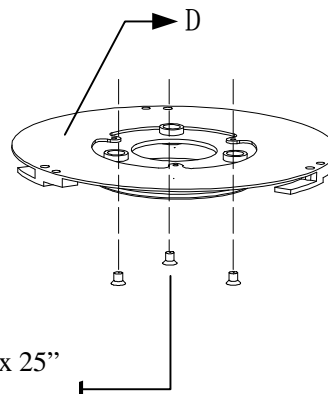

Figura 20
- 2) Fije la plataforma base en el techo (Figura 20).